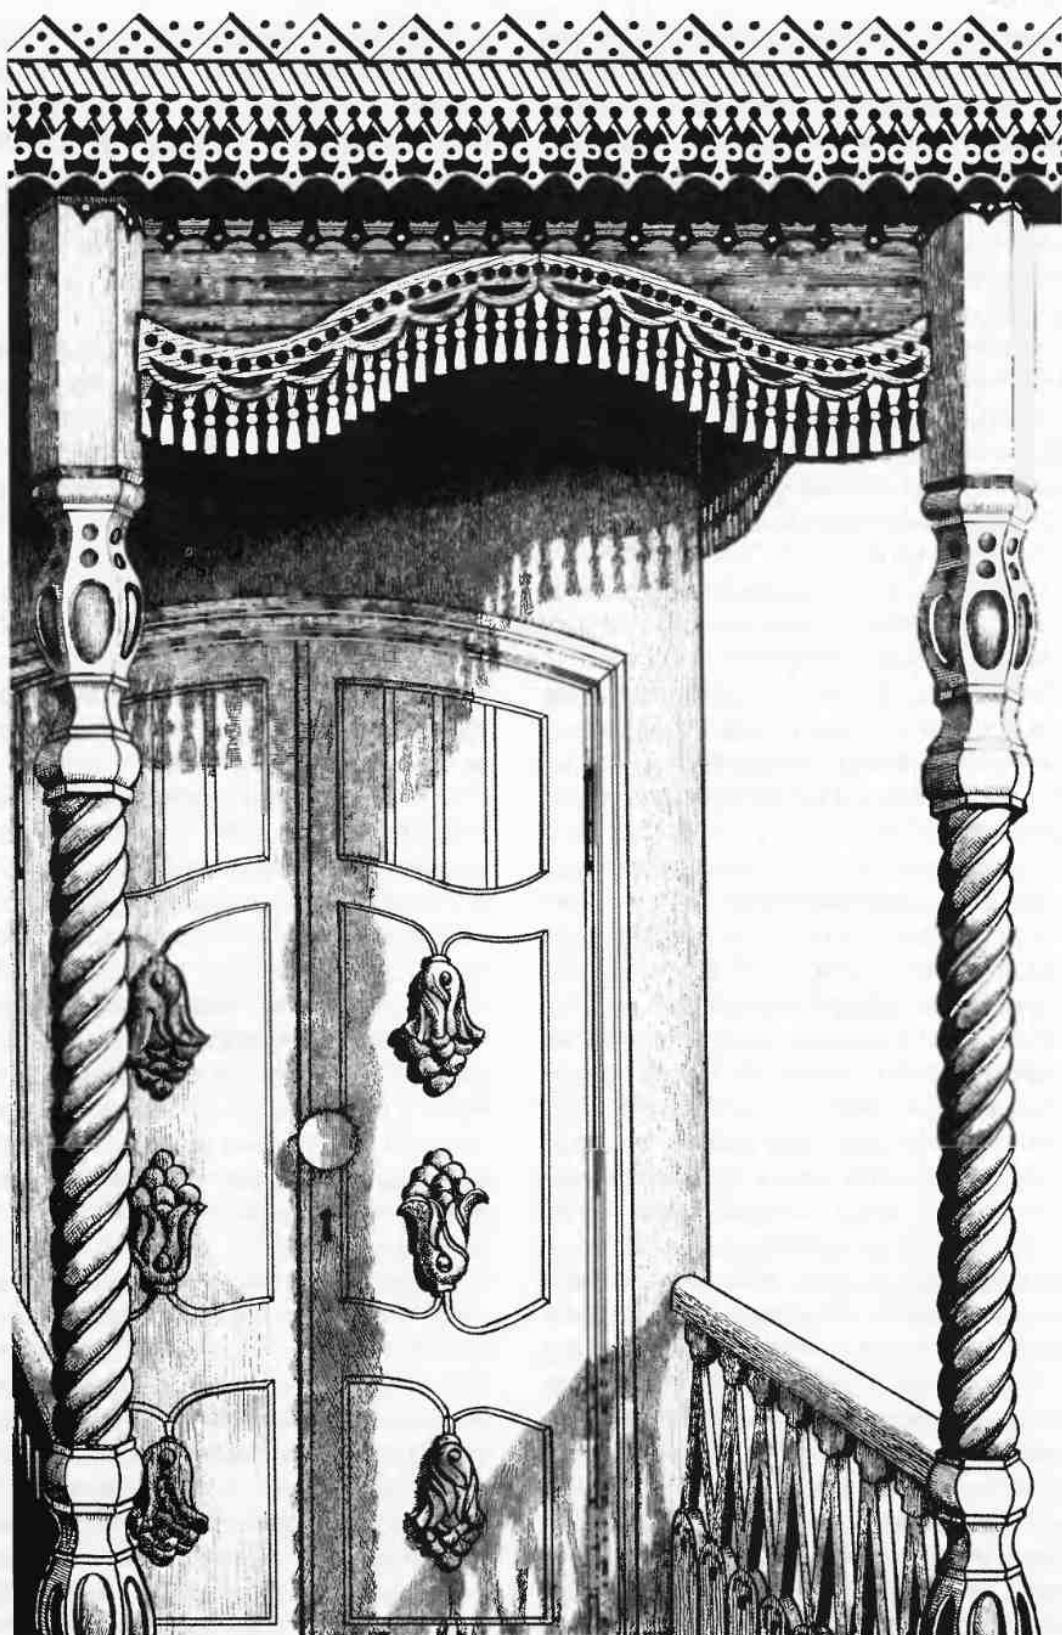

Рис. 351. Крыльцо, выполненное в традиционном русском стиле домового резьбы
**Крыльца.** Мы рассмотрим несколько различных по стилю и сложности исполнения вариантов оформления крыльца и надеемся, что они помогут читателю в выборе собственного варианта, приемлемого для архитектуры его дома и соответствующего его возможностям и запросам. Познакомимся с техникой изготовления отдельных деталей крыльца, изображенного на рис. 351.
также их привинтить, пропустив с обратной стороны дверного полотна через отверстия шурупы. Как видно из рис. 351, в верхнюю часть двери могут быть вставлены стекла, даже разноцветные. Да и все детали крыльца при такой качественной резьбе целесообразнее сделать под прозрачную отделку.